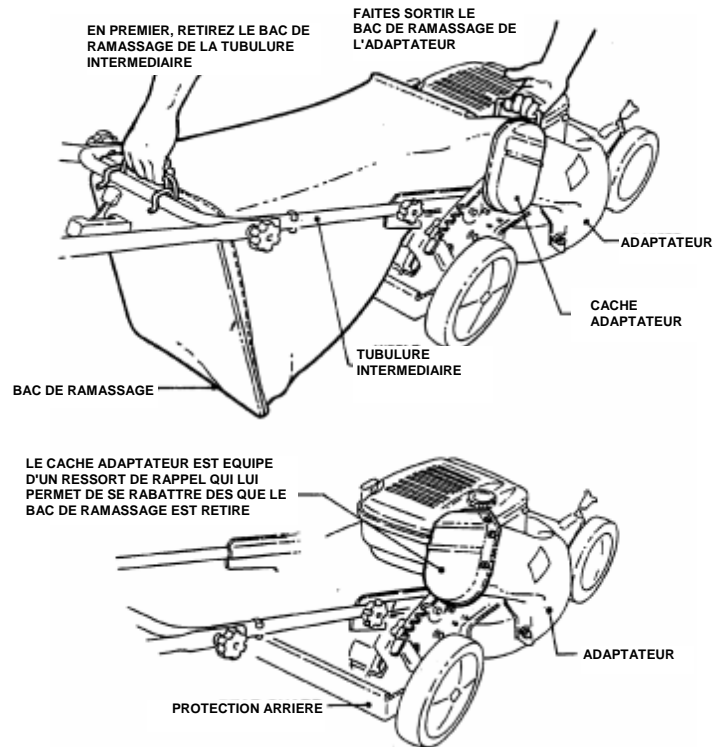

FIGURE 2.10
ÉTAPE 2 : Installez le bac de ramassage d'herbe en glissant le connecteur par dessus la bride de l'adaptateur. Attachez les crochets du bac de ramassage par dessus la poignée centrale de la barre transversale (voir la Figure 2.10).